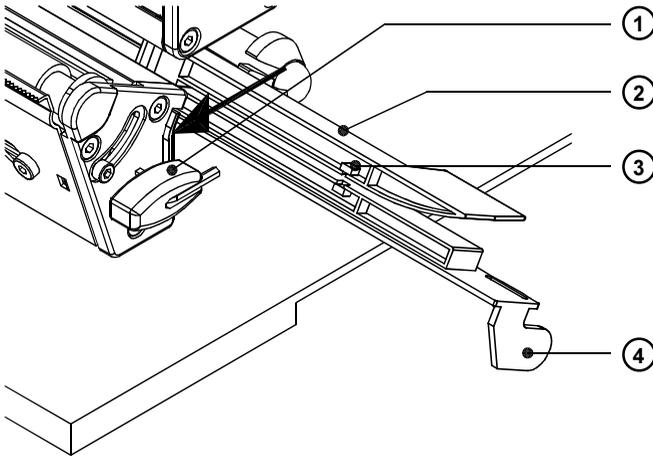

Bild 10 Reinigung der Etikettenlichtschanke
2. Drücken Sie die Lasche (1) in Richtung des Pfeils im Bild 10.
3. Halten Sie die Lasche gedrückt und ziehen Sie die Etikettenlichtschanke (2) am Griff (4) bis zum Anschlag nach außen.
4. Reinigen Sie die Etikettenlichtschanke und insbesondere die Sensoren (3) mit einem Pinsel bzw. einem in Alkohol getränkten Lappen.